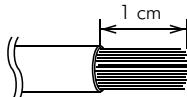
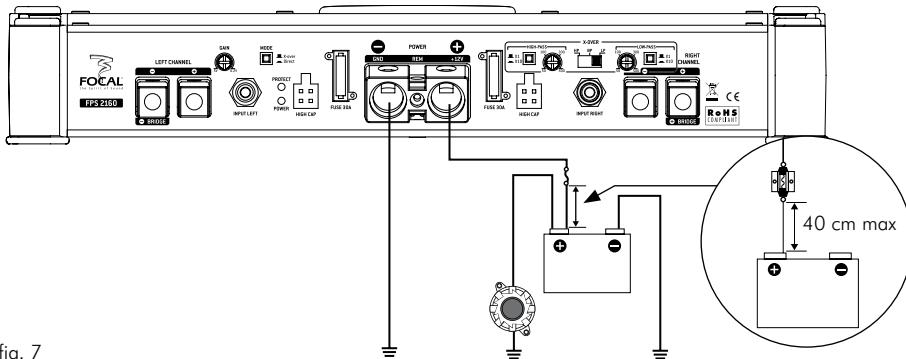

fig. 3
fig. 7
- 9 - Toujours protéger la batterie et le circuit électrique de dommages potentiels à l'aide de fusibles. Installer un porte-fusible et un fusible appropriés sur le câble d'alimentation 12 V positif (+) à moins de 40 cm de la borne de la batterie. Idéalement, cette distance doit être la plus courte possible (fig.7).
**3.4** - Se munir du câble d'alimentation négatif (-). Ce câble doit être le plus court possible et ne doit idéalement pas dépasser 1 mètre, afin d'assurer une parfaite liaison entre l'amplificateur et le châssis du véhicule. Le câble et sa section doivent être conformes au tableau page 37. Trouver un point de masse adéquat, puis le poncer pour enlever toute trace de peinture ou autre verni et ainsi optimiser la qualité du contact. Percer la tôle préalablement poncée au diamètre correspondant à la vis choisie en s'assurant qu'aucun passage de câbles réservoir ou autre organe sensible du véhicule ne soit à proximité. Dénuder 1 cm de câble (fig. 3), puis étamer. Visser fermement le câble sur la borne GND de l'amplificateur. Etamer l'autre extrémité puis sertir ou souder sur la cosse prévue à cet effet. Insérer la cosse dans la vis, puis mettre la vis et son écrou en place et visser fermement.
Enfin, connecter les câbles haut-parleurs à l'amplificateur en respectant les polarités (+ sur + ; - sur -) en dénudant environ 1 cm de câble (fig 3).
**3.6** - Préparer le câble d'alimentation positif (+) pour le relier à l'amplificateur en dénudant 1 cm (fig.3) à son extrémité. Etamer cette partie à l'aide d'un fer à souder et de fil d'étain. Insérer la partie dénudée et étamée dans la borne "+ BATT" de l'amplificateur, puis bloquer le câble en vissant fermement.
**3.7** - La phase d'installation du porte-fusible dédié à sécuriser l'installation peut maintenant débuter. Le porte-fusible doit être relié de part et d'autre du câble d'alimentation positif (+). Il doit être situé proche de la batterie {10 à 40 cm (fig.7)}. Démonter le porte-fusible en prenant soin d'ôter le fusible. Fixer le socle du porte-fusible. Couper le câble d'alimentation rouge entre 10 et 40 cm (maximum) de la batterie (fig.7). Garder la chute de câble qui servira pour relier l'autre extrémité du porte-fusible à la borne positive (+) de la batterie du véhicule. Dénuder 1 cm (fig.3), puis étamer. Visser le câble dans le bornier du porte-fusible. Récupérer la chute de câble restante. Dénuder 1 cm (fig.3), puis étamer. Visser le câble dans l'autre bornier du porte-fusible.